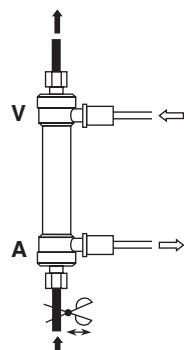

Fig.6/Abb.6/Εικ.6
8) Laad de dialysator en bloedlijnen met meer dan 500 ml gehepariniseerde fysiologische zoutoplossing en controleer dat er geen luchtbellen in de dialysator achterblijven door herhaaldelijk te spoelen. Vervang de dialysator als er massieve luchtbellen uit de vezels komen. (Fig. 6)